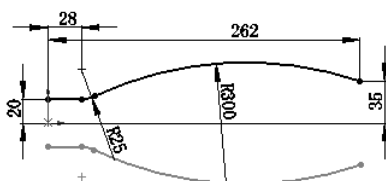

图 6.15.4 草图 2
(5) 单击  按钮, 完成点 1 的创建。
Step4. 创建如图 6.15.4 所示的草图 2。
(1) 选择下拉菜单 **插入(I)**  **草图绘制** 命令, 进入草图绘制环境。
(2) 选取前视基准面作为草图基准面, 绘制如图 6.15.4 所示的草图 2。